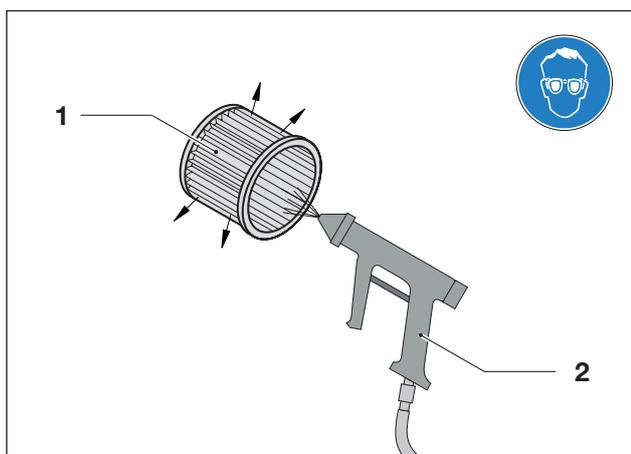
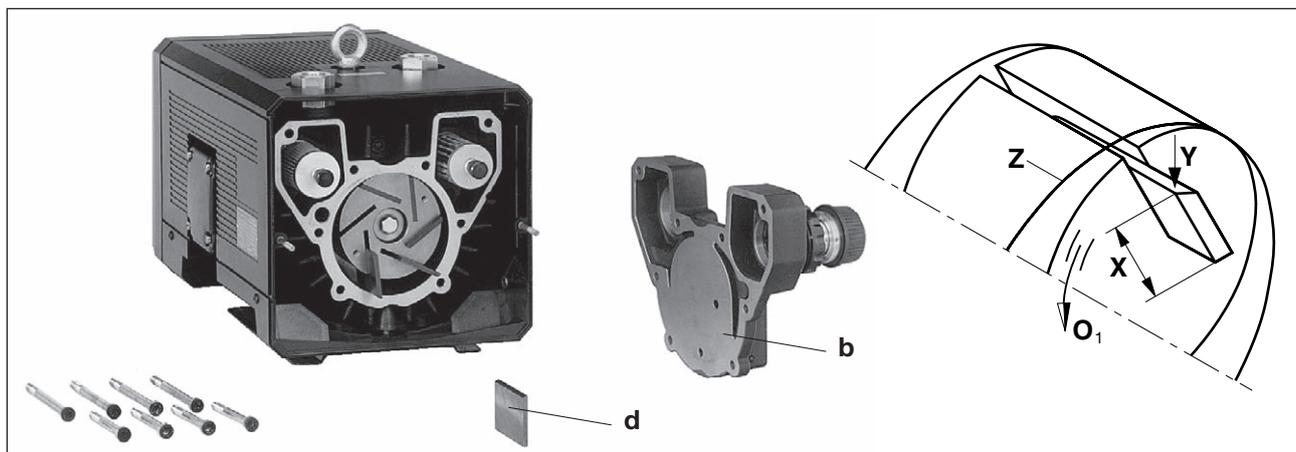

Fig. 6 Soffiare la cartuccia filtro
Fig. 7 Sostituzione lamelle
V-KTN (01) - (09): Svitare la griglia di scarico (Fig. 6/ G) . Svitare il coperchio (Fig. 7/b) dal corpo. Estrarre le lamelle (Fig. 7/d) per un controllo. Tutte le lamelle devono avere un'altezza minima (Fig. 7/X):
Soffiare il corpo e le fessure del rotore. Inserire le lamelle nelle fessure del rotore. Fare attenzione a inserire le lamelle con il lato obliquo (Fig. 7/Y) rivolto verso l'esterno e che nel senso di rotazione (Fig. 7/ O₁) corrispondano con il percorso del foro del corpo (Fig. 7/Z). Avvitare il coperchio del corpo (Fig. 7/b) e la griglia di scarico (Fig. 6/G). Prima dell'uso controllare il movimento libero delle lamelle, ruotando il ventilatore, svitando la griglia di aspirazione (Fig. 2/ G₁) o la calotta di protezione (Fig. 3/G₂).